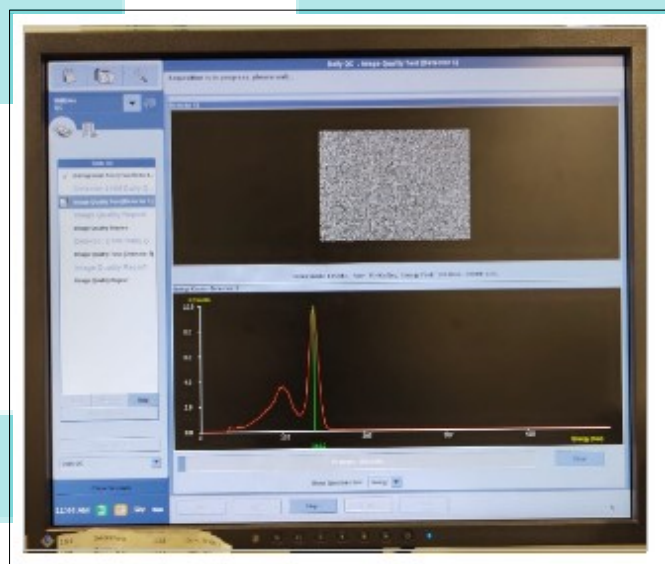

Figura 11 – Interface para seleção do teste de qualidade de imagem diário
9. Selecionar o protocolo “*Image Quality Test (Detector 1)*”, conforme **Figura 11**;